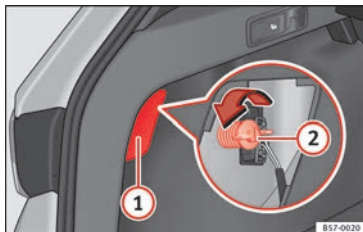

Fig. 108 Coffre à bagages : accès à la vis de fixation du feu arrière.
3. Enlevez le cache à l'aide du tournevis à tête plate au niveau de l'évidement » **fig. 108 ①**.
5. Dévissez à la main ou à l'aide d'un tournevis la vis de fixation du feu » **fig. 108 ②**.